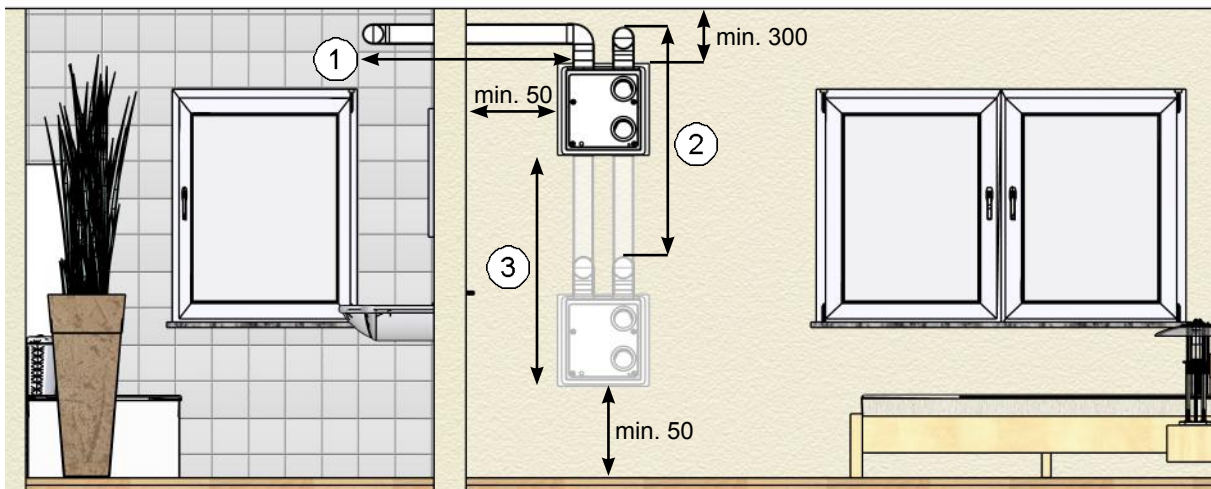

Abb. 4: Mindestabstände und Positioniermöglichkeiten des Montagesets, Maße in Millimeter
- Das Montageset muss so installiert werden, dass die Öffnungen für die Flexrohr- bzw. Flachkanalanschlüsse immer nach oben zeigen (siehe Abb. 4). Das Flachkanalsystem bietet große Freiheiten für die Positionierung der Abluft- und Zuluftöffnungen und des Montagesets. Je nach Bedarf lassen sich die Öffnungen direkt am Montageset oder horizontal (Pos. 1 in Abb. 4) oder vertikal (Pos. 2 in Abb. 4) versetzt anbringen. Das Montageset kann dadurch variabel (Pos. 3 in Abb. 4) positioniert werden.
- ▶ Achten Sie auf folgende Mindestabstände (siehe Abb. 4):